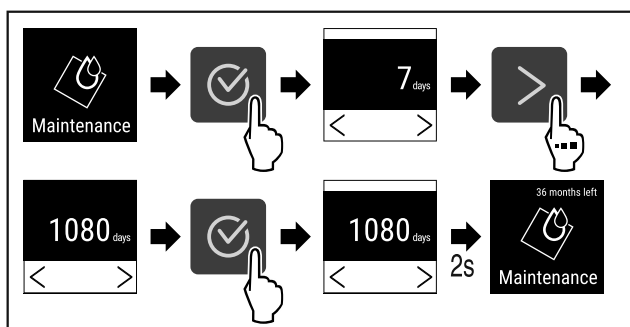

Fig. 68
- ▶ Proved'te akční kroky (viz Fig. 68).